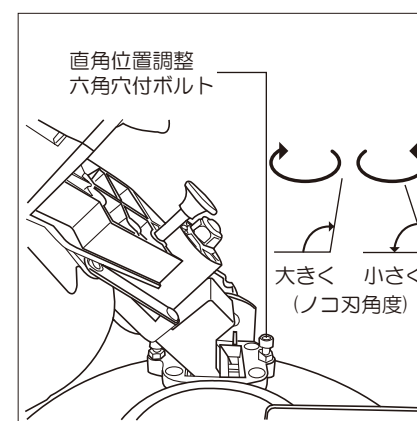

図14
- ③直角位置調整六角穴付ボルトは、右に回すとノコ刃角度が大きくなり、左に回すと角度は小さくなります(図14参照)